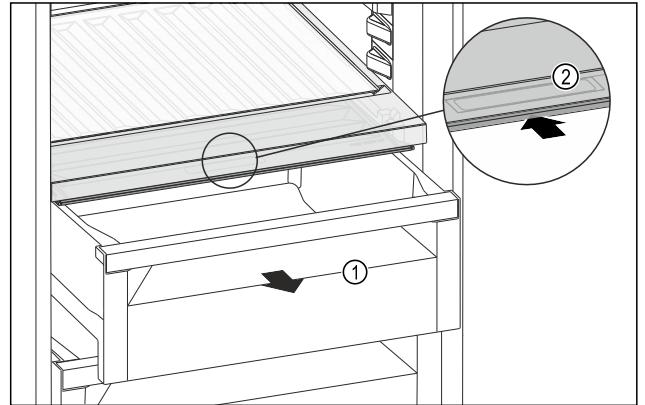

Fig. 160
- Schuifvak Fig. 160 (1) uittrekken.
- Greeplijst Fig. 160 (2) op het vakdeksel vastpakken en het vakdeksel gelijktijdig naar achteren schuiven.